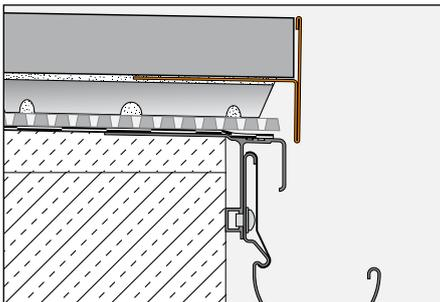

Abb. 3
- 3.3 Bei der Verwendung der Stelzlager Schlüter-TROBA-STELZ-MR (Abb. 3) wird das Profil BARA-RT in den Mörtelpunkt mit eingearbeitet. Das Abschlussprofil überdeckt den freien Rand der Belagskonstruktion. Anschließend werden die selbsttragenden Plattenelemente auf die Stelzlager verlegt.